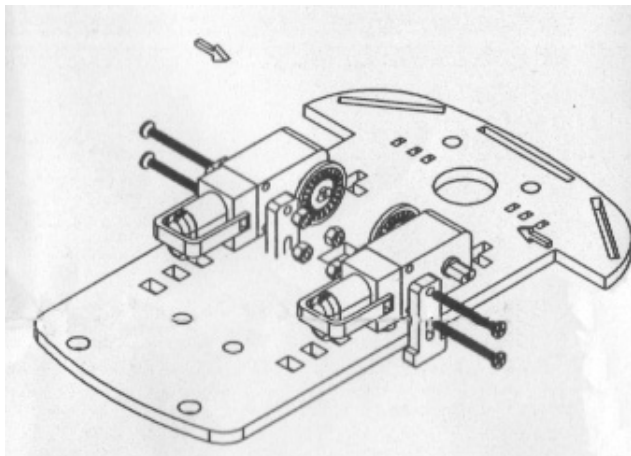

图 12-20 固定电机
- ③ 插入螺丝，把电机固定到小车底盘上，并拧上螺帽，如图 12-20 所示。